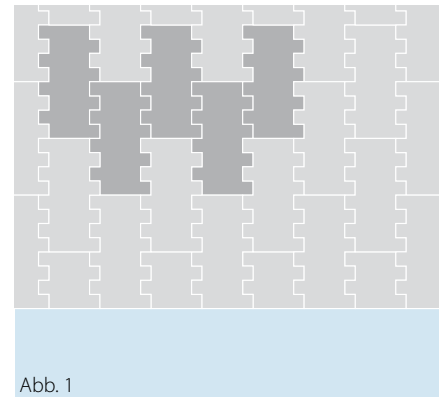

Abb. 1
- Module im versetzten Verbund montieren (Abb. 1).